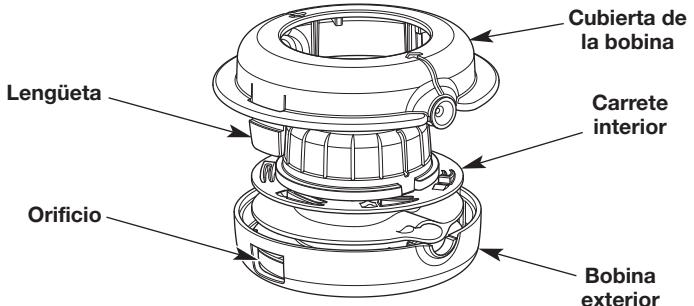

Fig. 16
- Oprima firmemente las lengüetas del cabezal de corte (Fig. 16).
- Retire la cubierta de la bobina (Fig. 16).
- Utilice una tela limpia para limpiar el carrete interior, la bobina exterior y la cubierta de la bobina (Fig. 16).
- Se deben alinear las lengüetas de la cubierta de la bobina con los orificios de la bobina exterior (Fig. 16). Oprima la cubierta de la bobina sobre la bobina exterior hasta que las lengüetas entren a presión firmemente en los orificios.